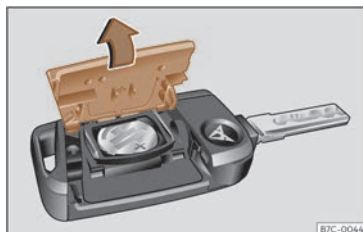

Fig. 43 Llave del vehículo: apertura de la tapa del compartimento para la pila.
- Retire la tapa en la parte trasera de la llave del vehículo en la dirección de la flecha >>> **fig. 43**, >>> ①.